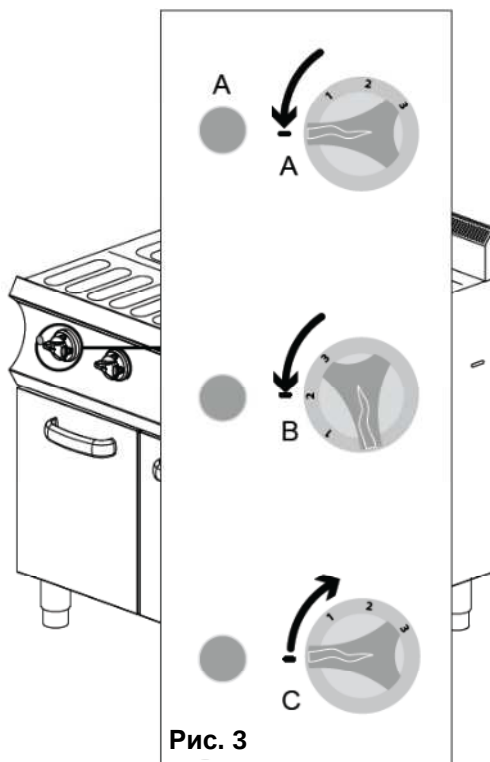

Рис. 3
1. Перевести рукоятку включения изделия в положение 1, 2 или 3. Должен загореться зеленый индикатор, указывающий на начало стадии готовки (рис. 3-A/B).